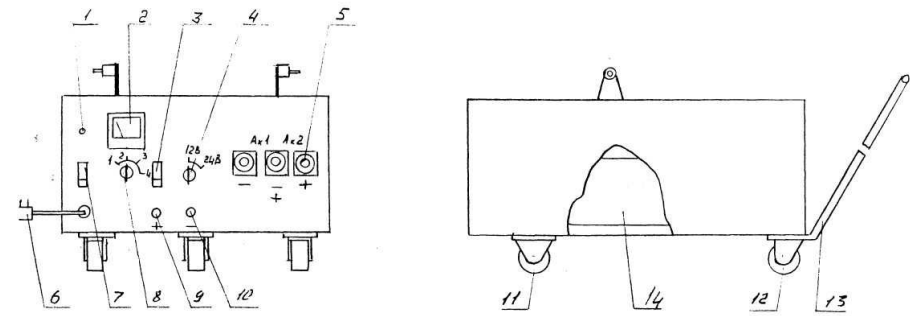

Рис. 1 Внешний вид
4.1 Внешний вид устройства показан на рис. 1